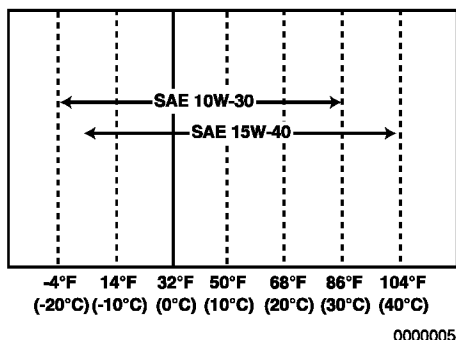

Figure 7
- Selezionare la viscosità dell'olio in base alla temperatura del luogo in cui si utilizza il motore. Fare riferimento alla tabella del grado di viscosità SAE (**Figure 7**).